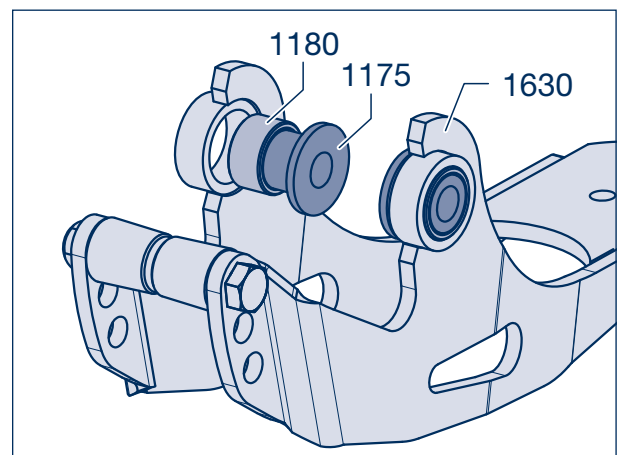

Bild 14
- [17] Federbolzen bis Ende Luftfederstütze eintreiben. Darauf achten, dass die Verschleißscheiben (1525) auf der Buchse (1005) im Führungslenker (1000) montiert sind (siehe Bild 14 Seite 38).